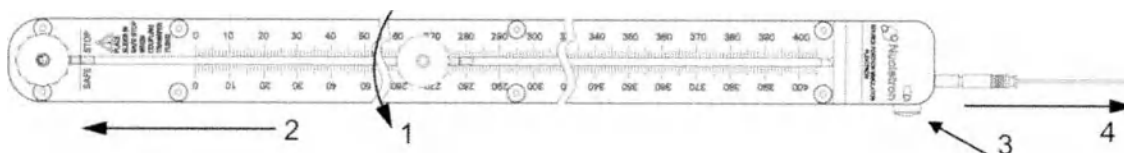

Рис. 14: полностью отведите кабель
7. Отвинтите ручку управления (1) и полностью отведите кабель (2); ручка управления находится в наиболее удаленном от кнопки разблокировки положении — см. Рис. 14.